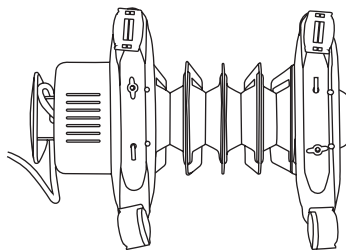

Рис. 4.
1. Соединить одну из опорных ножек (2) с двумя роликами (1).
2. Закрепить гайками (3).
4. Перевернуть обогреватель нижней частью вверх, как показано на Рис. 4.
5. Продеть металлический держатель (4) через фиксатор.
6. Прикрепить опорную ножку с колесиками посредством металлического держателя (4) и винтов (5) к нагревателю.